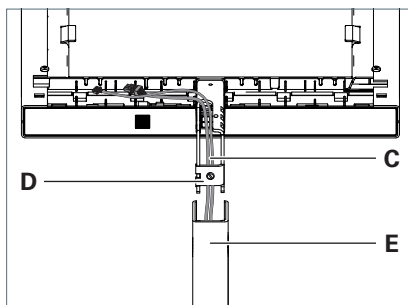

Fig. 2: Montare la testa dell'apparecchio sul tubo verticale.
- Far passare le linee **C** dal basso attraverso il braccio portante **D** sulla testa dell'apparecchio e inserire completamente il braccio portante nel tubo verticale **E**, vedi Fig. 2.